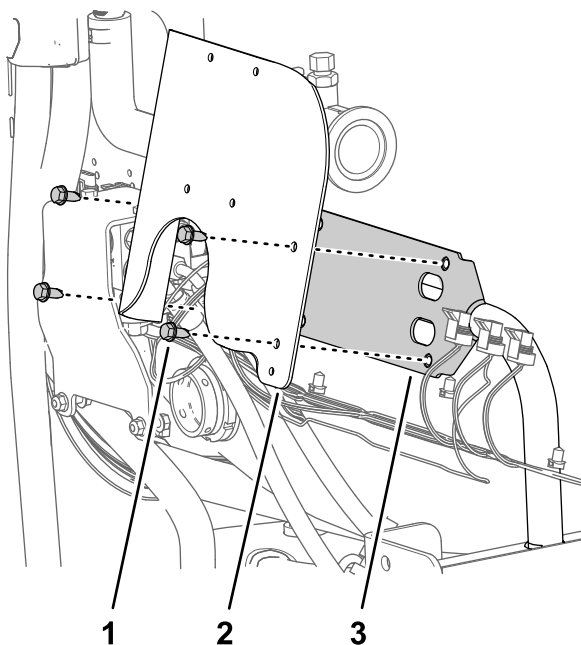

Figure 74
1. Alignez les trous du support du débitmètre et les trous du support de vanne (Figure 74).